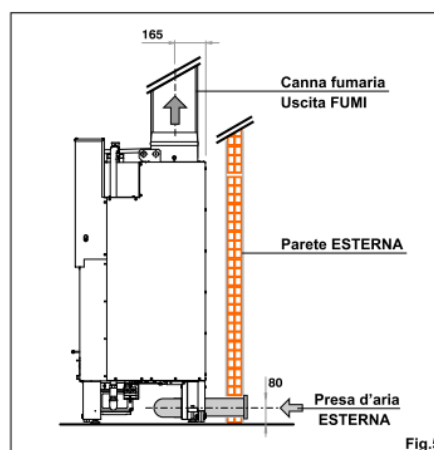

Fig.5
- Colocar la caldera de modo que sea favorable para el enlace de toma de aire y sobretodo para la del conducto de humos. (Fig.5)